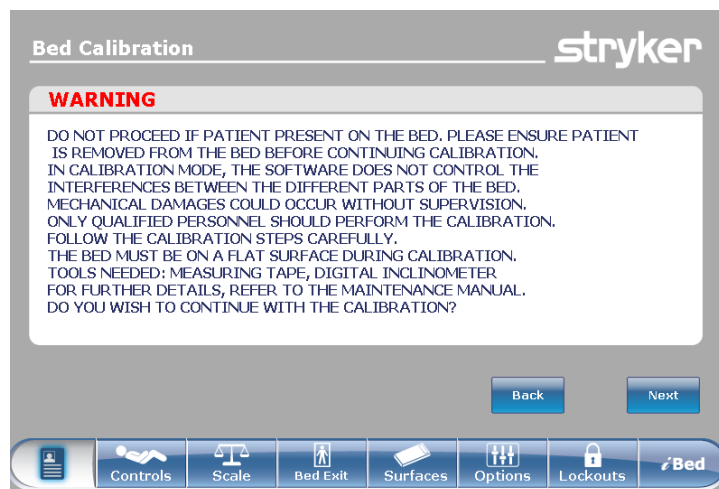

Abbildung 4: Bed Calibration - WARNING (Bettkalibrierung - WARNUNG)
Siehe Abbildung 4 für nähere Angaben zum Hinweis „WARNING“ (WARNUNG)
2. Nach dem Drücken der Taste „Bed Calibration“ (Bettkalibrierung) wird Abbildung 4 angezeigt. Zum Fortsetzen der Kalibrierung auf „Next“ (Weiter) drücken.